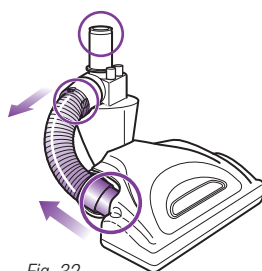

Fig. 32
- Saque la manguera de la parte de arriba del cepillo eléctrico presionando las pestañas entre sí y tirando hacia fuera y en la parte de abajo, sacando el conector. Inspeccione el interior de los 3 agujeros. (Fig. 32)